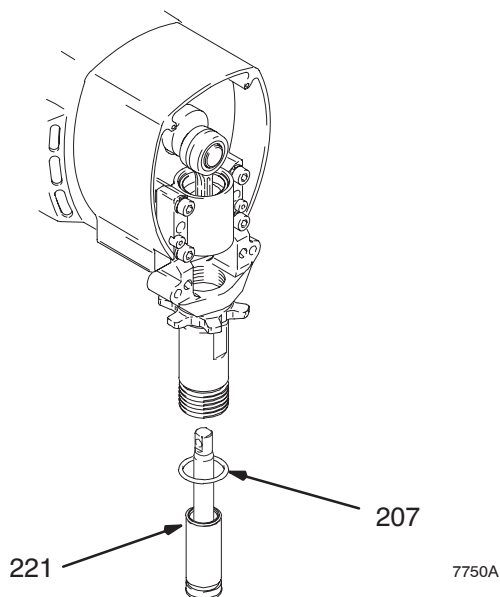

Рис. 18
Рис. 18. Смажьте уплотнительное кольцо (221) и установите его на втулку. Сдвиньте узел втулка/шток поршня в нижнюю часть цилиндра. При необходимости, замените уплотнительное кольцо (207).